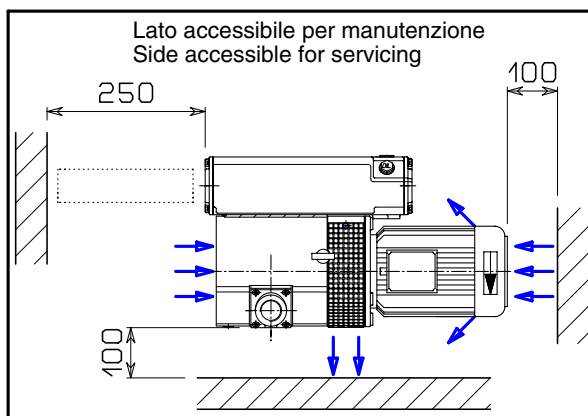

Fig.3
- ❑ Deve essere accessibile per una corretta e facile manutenzione rispettando le distanze minime da eventuali ingombri (fig.3).
- ❑ It must be accessible for correct and easy maintenance, by respecting the minimum distances from possible obstructions (see fig.3).